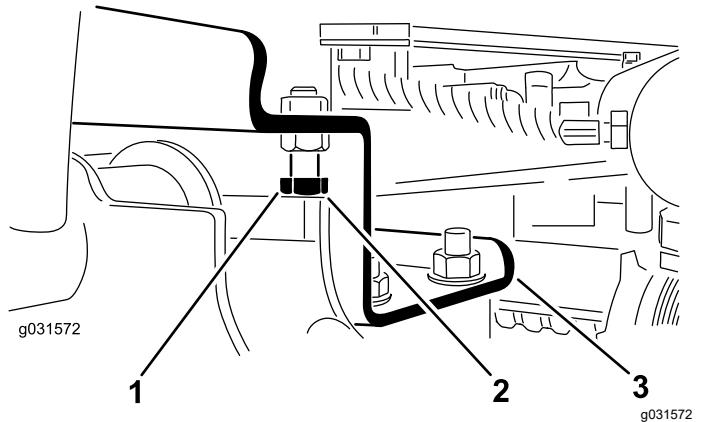

Figura 12
- Solte os parafusos de bloqueio (Figura 12).
- Certifique-se de que a folga entre cada braço de elevação e pino de bloqueio é de 0,13 a 1,02 mm, conforme se mostra na Figura 12.